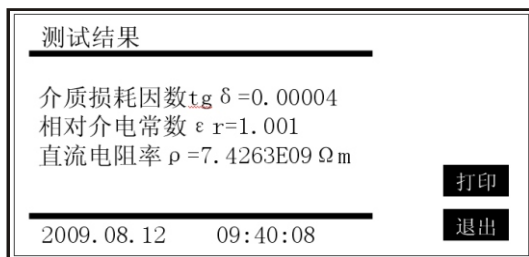

图 1.5.3
(6) 约10秒后显示测试结果如图 1.5.3所示。
测试结果----测试结束后，如图 1.5.3 画面显示测试结果。如果前面选择了自动打印项，此时打印机自动打印测试结果。若无选择自动打印项，按【打印】键，打印机打印显示的测试结果。按【退出】键回到主菜单。